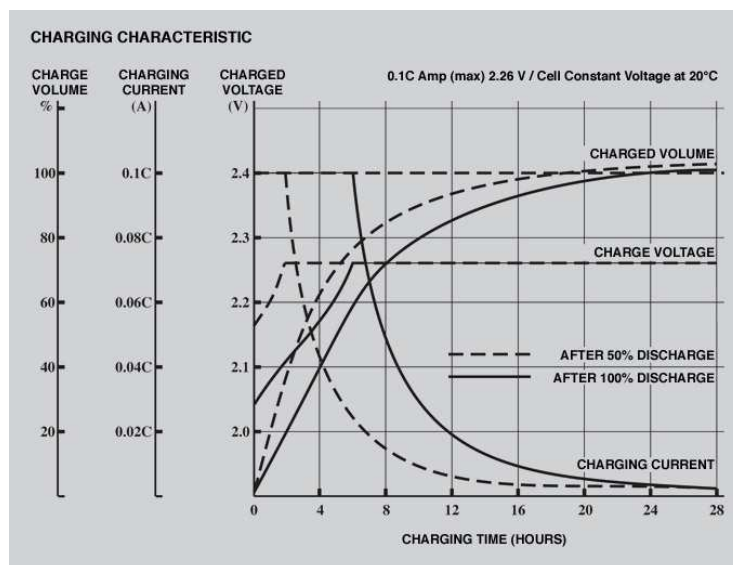

Fig. 3: Caracteristica specific de încărcare a bateriilor de acumulare cu plumb
- **Caracteristica de încărcare**: a cărei alătură este prezentată în Fig. 3, respectarea acesteia condiționând în mod direct durata de viață a bateriei.